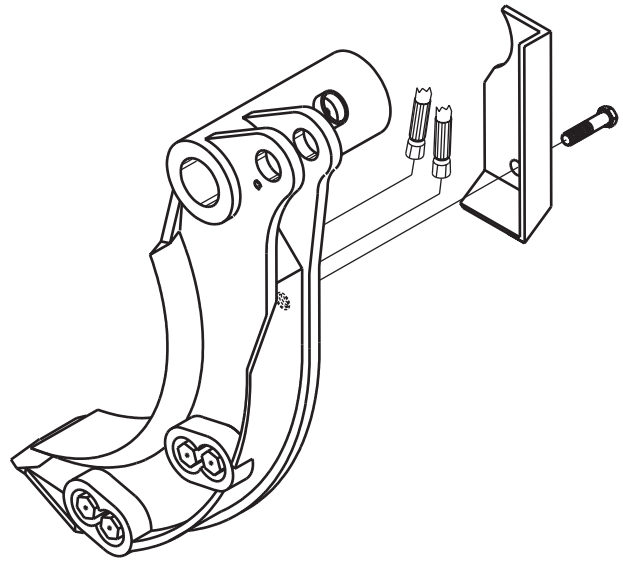

Figure 1.
1. Färgmärkning med munstyckena i kvistkniven (figure 1)